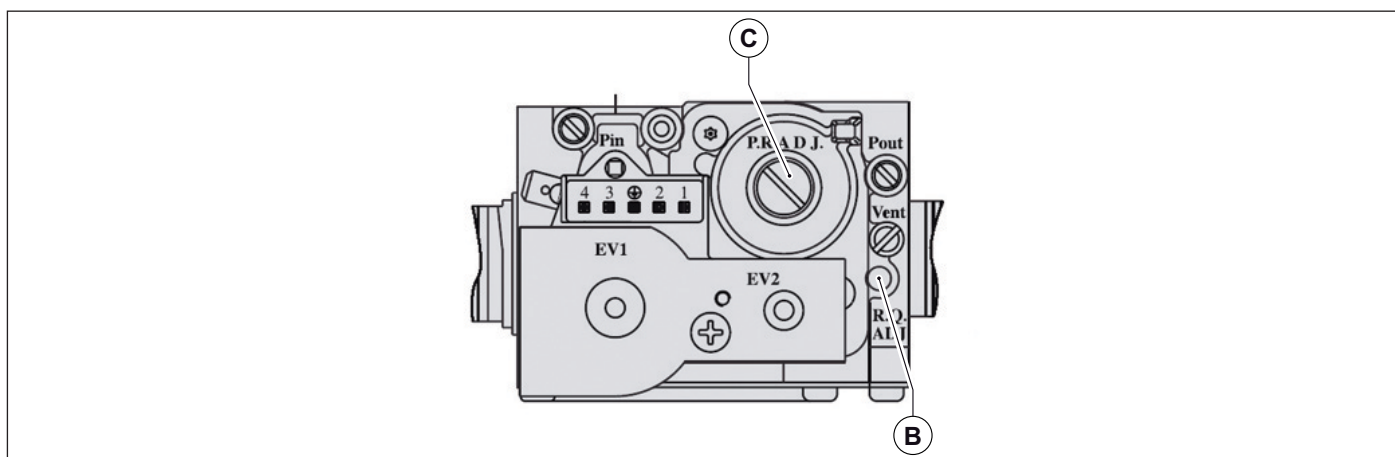

Рис. 24 Регулировка уровни содержания углекислого газа
- Отрегулировать уровень содержания углекислого газа (CO₂) в дымовых газах с помощью соответствующего регулятора **B** (смотри Рис. 24 Регулировка уровни содержания углекислого газа) и удостовериться, что его величина находится в пределах, указанных в Табл. 11 Содержание CO₂ в дымовых газах. Не выключая режим "трубочист", перейти к следующему этапу — регулировке минимальной мощности.
- Отрегулировать уровень содержания углекислого газа (CO₂) в дымовых газах, вращая регулятор «offset» **C** (смотри Рис. 24 Регулировка уровни содержания углекислого газа) и удостовериться, что его величина находится в пределах, указанных в Табл. 11 Содержание CO₂ в дымовых газах.